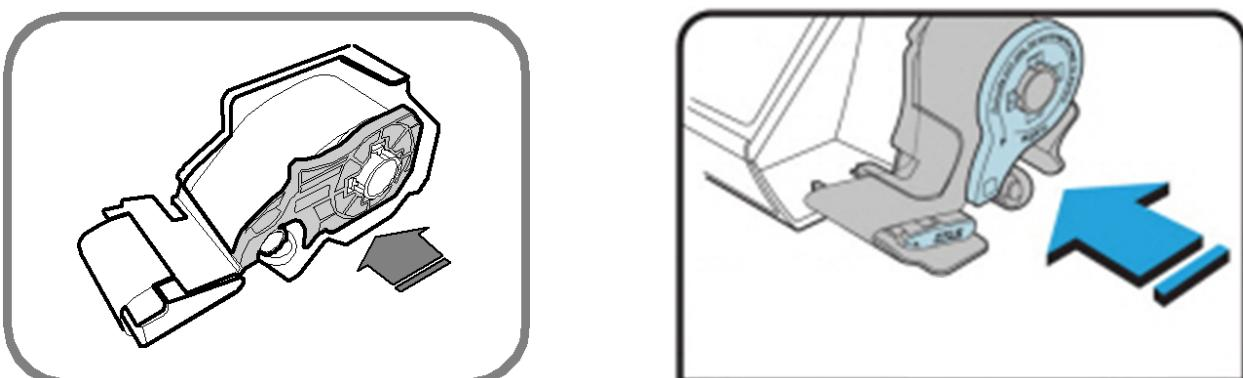

Рисунок 1.19 – Натяжение ленты
8. Установите картридж внутрь отсека принтера (см. рисунок 1.19).